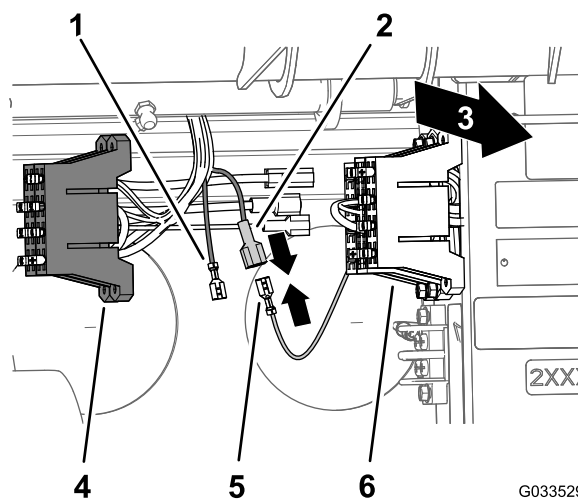

Figura 25
2. Localice el terminal hembra sin aislamiento en el extremo del cable de alimentación amarillo del bloque de fusibles de la máquina, y el terminal macho aislado en el extremo del cable de alimentación amarillo opcional del bloque de fusibles del cableado del fumigador (Figura 25).
3. Conecte el terminal hembra sin aislamiento del bloque de fusibles de la máquina al terminal macho aislado del bloque de fusibles del fumigador (Figura 25).